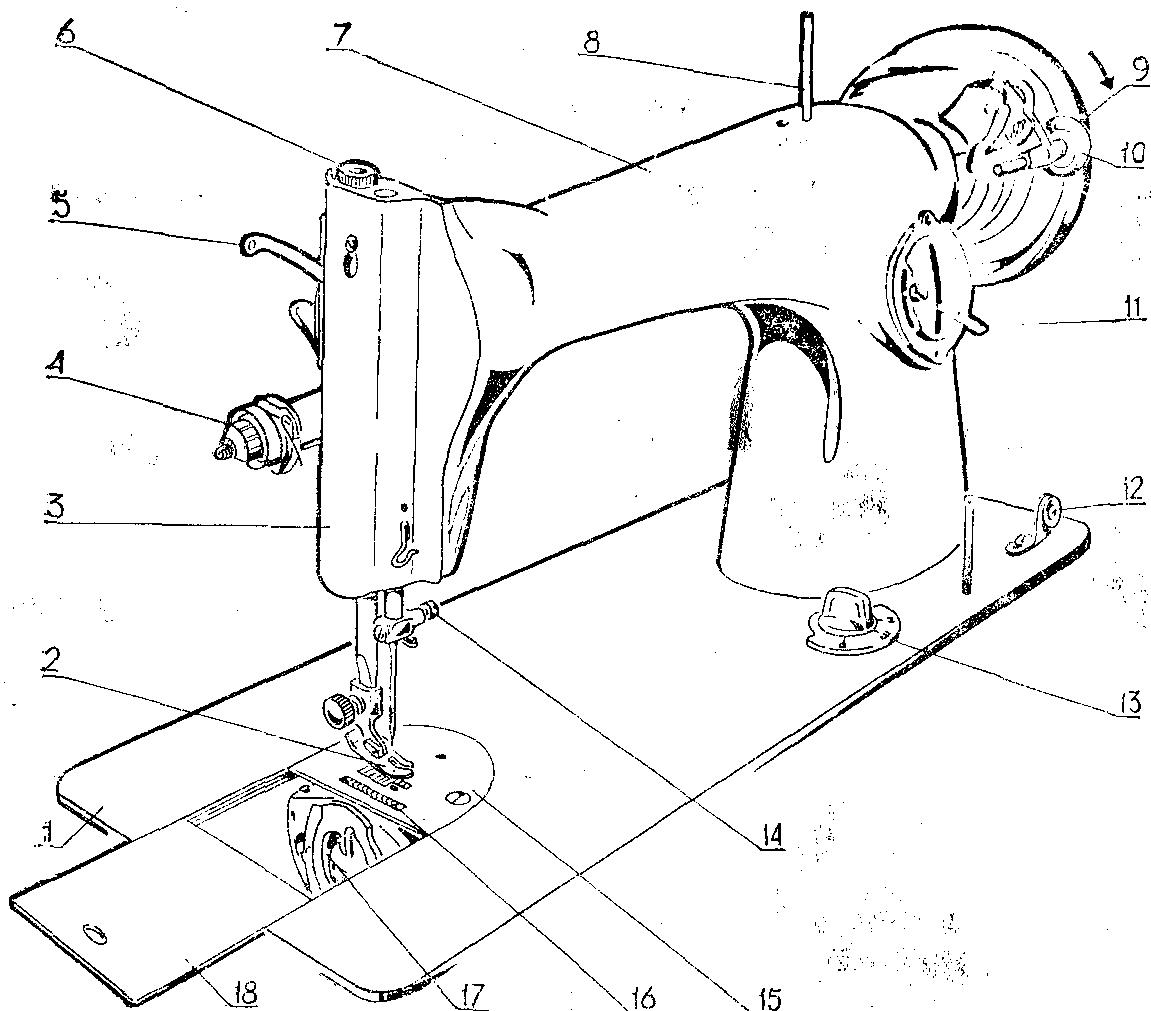

Рис. 1
1.2. При работе маховик машины всегда должен вращаться только в одном направлении, показанном стрелкой на рис. 1.
Внешний вид головки машины (рис. 1)
Работа ножным приводом освоена лишь тогда, когда в начале колебательного движения подножки маховик всегда будет вращаться в одном направлении, указанном стрелкой на рис. 1.
При пуске рекомендуется, слегка касаясь правой ладонью обода маховика, повернуть его в направлении, указанном стрелкой на рис. 1.